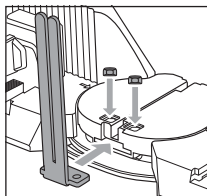

Fig. 2
- ◆ Coloque a primeira haste guia **7** num dos alojamentos e coloque primeiro apenas uma porca de fixação **10** com o lado plano virado para o entalhe (ver fig. 2).